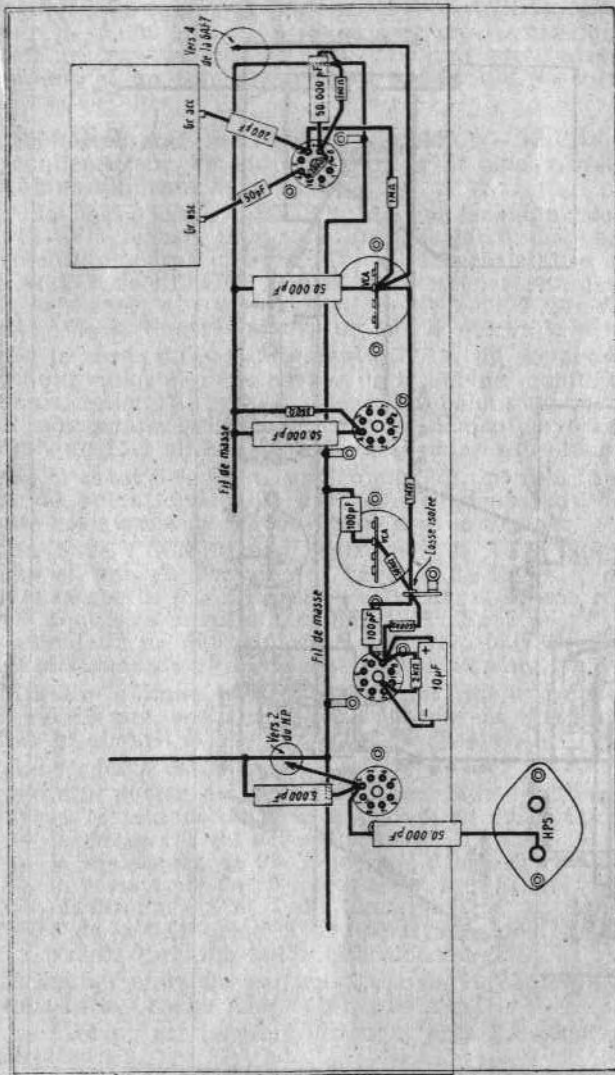

Fig. 44. — Second stage de câblage
**Second stage de câblage (fig. 44).** — En 7 de l'ECH42, un condensateur de 50.000 et une résistance de 200 qui vont à la masse, et une résistance de 20 K qui va en 4 ; de là un condensateur de 50 qui va à GR OSC du bloc d'accord.